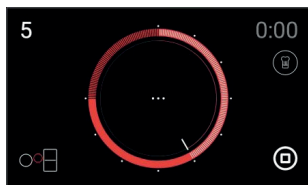
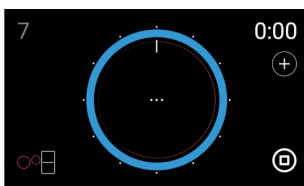

fig. 5
fig. 6
- 1 Välj zonen där du vill laga mat genom att trycka på valfri punkt i zonen. Zonens konturer tänds i rött. Så snart som zonen har valts, visas skärmen för "val av effektnivå" automatiskt (fig. 5).
- 2 Genom att dra med fingret över effektringen eller vidröra valfri punkt i ringen, kan man välja en effektnivå mellan "0" och "9", eller funktionen "Power" (den sista kvadranten i effektringen). När man har valt effektnivå, visas detta i det övre vänstra hörnet på skärmen (fig. 5).
- 1 Vidrör symbolen 0:00 (fig. 5). Effektringen ändrar färg till blått, vilket anger att funktionen är tillgänglig. Inne i ringen visas automatiskt en röd cirkel med tunnare konturer som anger den valda effekten (fig. 6).
Om man vill konfigurera effekten på nytt, tryck på den angivna effektnivån i skärmens övre vänstra hörn (fig. 6).
- 2 Tryck på symbolen 0:00 (fig. 5) och dra därefter med fingret över tidsringen för att ändra den programmerade tiden.
- 2 Tryck på symbolen 0:00 (fig. 5) och dra därefter med fingret över tidsringen för att minska tiden till 00:00. Timern inaktiveras.